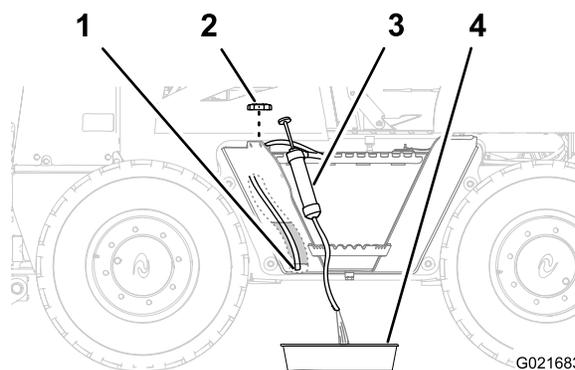

Figure 54
1. Enlevez le bouchon du réservoir de carburant (Figure 54).
et poussez l'extrémité jusqu'au fond du réservoir (Figure 54).
3. Dirigez le flexible d'évacuation du matériel d'aspiration dans un bac de vidange (Figure 54).
6. Remettez le bouchon sur le goulot de remplissage du réservoir de carburant (Figure 54).